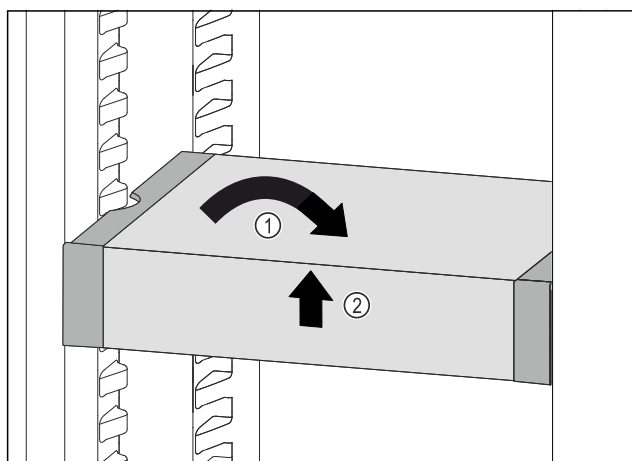

Fig. 103
- VarioSafe postavte rovně. Fig. 103 (1)
- VarioSafe vpředu zvedněte. Fig. 103 (2)